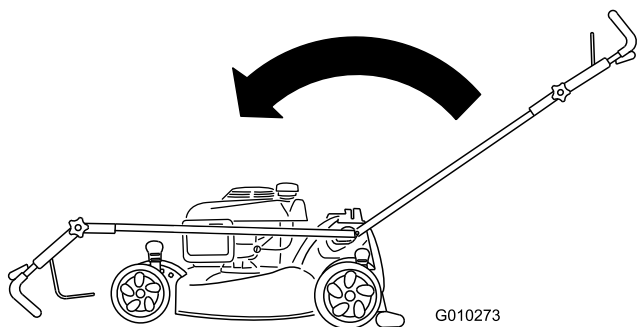

Figura 52
- Mueva el manillar completamente hacia delante y afloje el pomo del manillar superior (Figura 52).